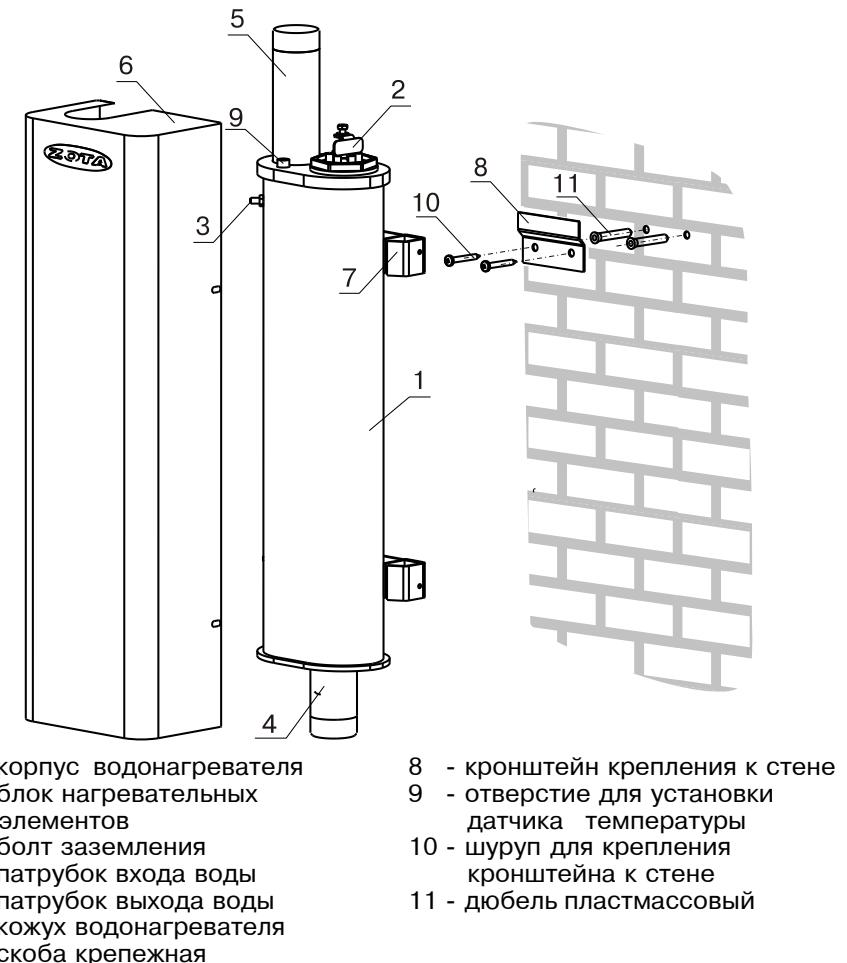

Рис. 1. Конструкция водонагревателя и способ его крепления к стене
Электроводонагреватель (Рис.1) состоит из: корпуса (1), защитного кожуха (6). Корпус электроводонагревателя сварной конструкции с верхним и нижним фланцами, патрубком входа воды (4), патрубком выхода воды (5) и скобами для крепления к стене(7).
- Установить электроводонагреватель на кронштейн как показано на Рис.1;
- Открыть кожух (6) как показано на Рис.1, предварительно выкрутив четыре винта крепления кожуха;